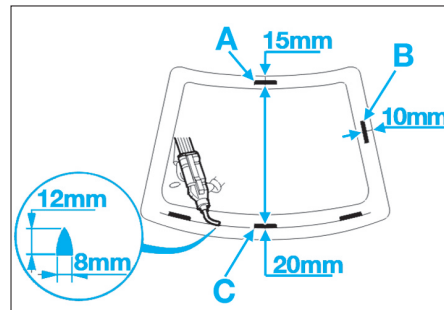

FIG. 6
- Découper l'embout de la buse au Ø 8,0 mm sur une hauteur de 12 mm (Fig.6).